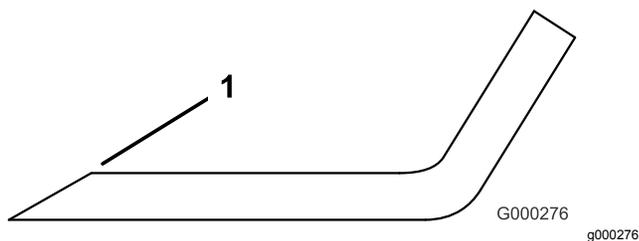

**Figure 125**
2. Examinez attentivement les tranchants de la lame, particulièrement au point de rencontre de la partie plane et de l'ailette (**Figure 125**).
**Remarque:** Le sable et les matières abrasives peuvent éroder le métal à cet endroit, c'est pourquoi il est important de contrôler l'état de la lame avant d'utiliser la machine. Remplacez la lame si elle est usée (**Figure 125**).